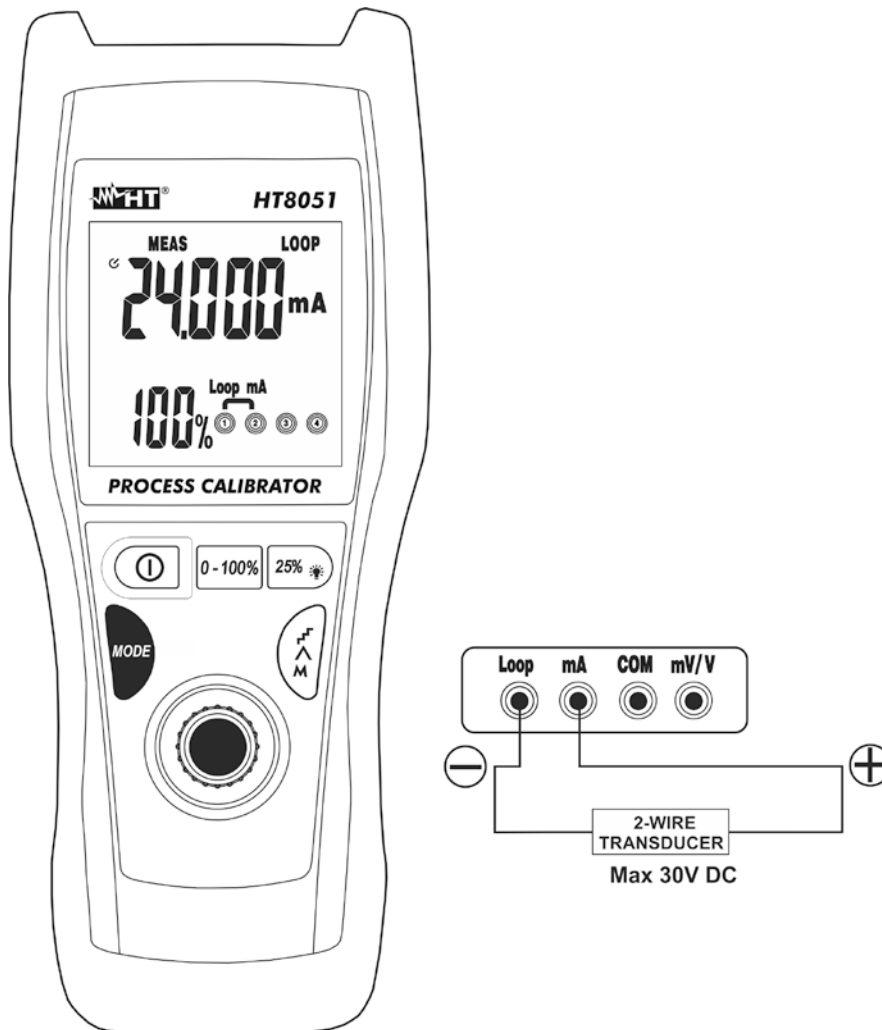

Abb. 7: Messung von Ausgangs-Gleichstrom aus externen Wandlern (Loop)
4. Verbinden Sie die grüne und die schwarze Messleitung mit dem externen Wandler und achten Sie dabei auf die Strompolarität und -richtung (siehe Abb. 7).
6. Die "OL"-Meldung gibt an, dass der zu messende Strom den maximalen Wert, der mit dem Gerät gemessen werden kann, überschreitet. Zur Erzeugung des negativen Spannungswerts wechseln Sie die Messleitungen in die umgekehrte Richtung in Bezug auf die Verbindung in Abb.7.